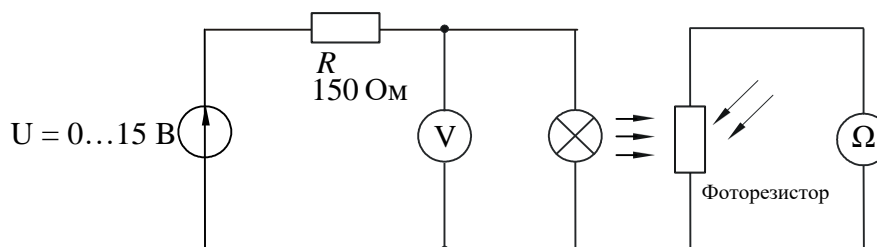

Рисунок 8 – Схема исследования фоторезистора
3.1. Соберите цепь согласно схеме (рис. 8). К фоторезистору подключите мультиметр в режиме измерения сопротивления. Установите источник света на наборной панели, так чтобы лампа источника света располагалась напротив фоторезистора. Чтобы свести к минимуму влияние внешнего освещения, прикройте сверху источник света и фоторезистор. Определите величины сопротивлений фоторезистора путем измерения тока и напряжения при различных уровнях освещенности.